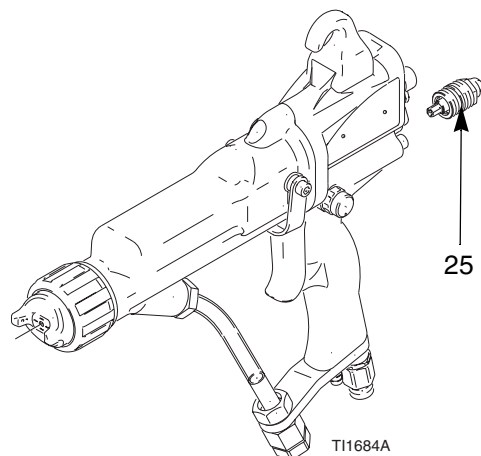

Fig. 32. Valvola di regolazione del fluido
2. Rimuovere la valvola di regolazione del fluido (25). Questa può essere sostituita come gruppo completo. Vedere FIG. 32.
3. Avvitare la valvola (25) nell'impugnatura della pistola. Serrare fino a 1,7–2,8 N.m.